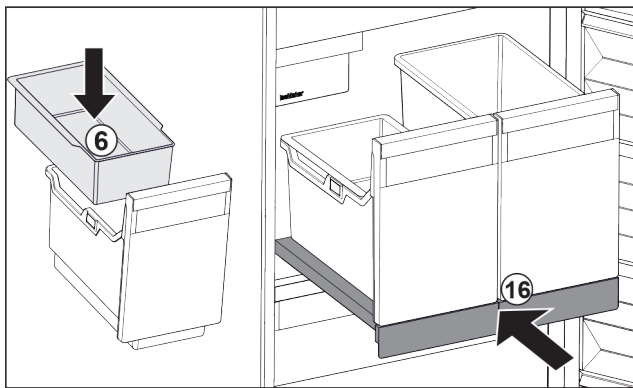

Fig. 25
- ▶ Поставете окачващата се поставка Fig. 25 (6) за ледени кубчета.
- ▶ Вкарайте изтеглящата се дъска със съдовете (IceTower). Fig. 25 (16)